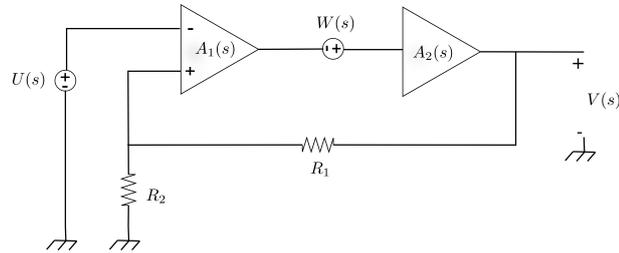

Figura 6 – Amplificador não-inversor.
- No circuito da Figura 6, $U(s)$ é uma fonte de tensão, $A_1(s)$ e $A_2(s)$ representam, respectivamente, as funções de transferência de um amplificador diferencial e de um amplificador de um estágio de saída, dadas por